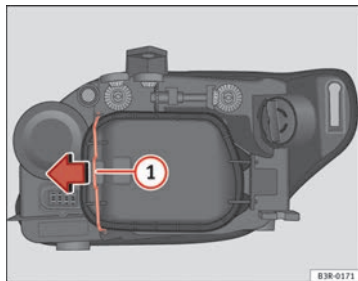

Fig. 209 Luz de posición (lado exterior vehículo)
- Desplace el tirante ⇒ fig. 209 ① en el sentido de la flecha y saque la tapa rígida separando primero el lado del tirante y sacando después las dos pestañas del extremo contrario de la tapa.